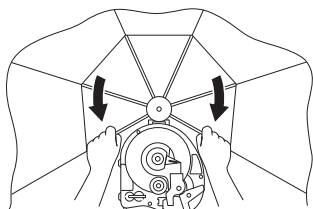

Fig. 49
- (2) Ouvrir complètement la protection en déployant les bras comme indiqué ci-dessous, jusqu'au déclic. (Fig. 49)